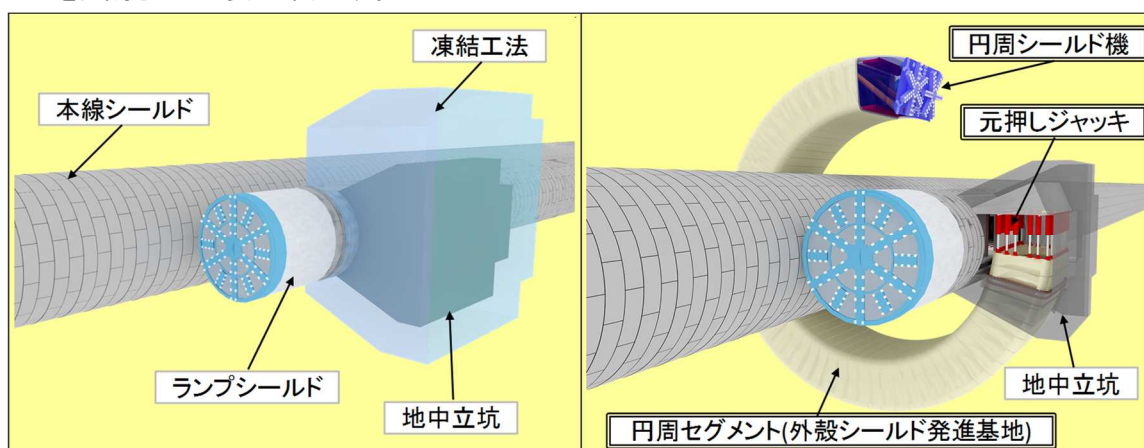
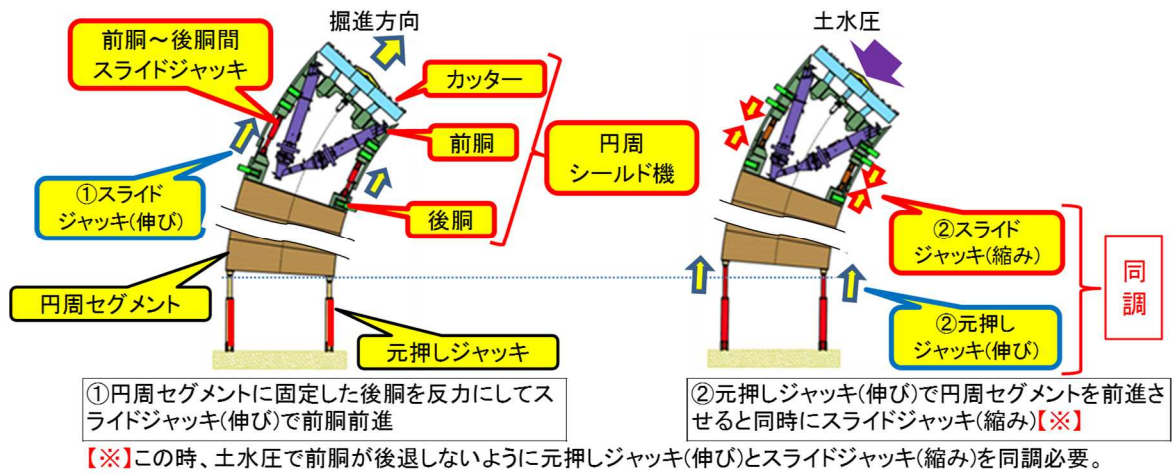

図 1. 円周シールド工法の概要
図 2. 円周シールドの推進機構
前田建設工業株式会社(本社:東京都千代田区、社長:前田操治)は、地中拡幅工事における円形外殻工法「CS-SC[®]工法 (Circular Shell structure system with Shield tunnels by Cuttable segments※1)」(平成 28 年 6 月特許取得、図 1)の 3 大コア技術の一つである、外殻シールドの発進基地を構築するための「円周シールド工法」の実証試験を行っており、年内に公開します。
- (1) 既設セグメントに沿わずに土中で方向制御が可能な円周シールド工法(図 1、図 2、写真 1)
- (2) 止水補助工法として最も信頼性が高い地盤凍結工法であるセグメントフリーズ工法
- (3) 地山が露出しないセグメント切削シールド工法
既設セグメントをガイドとして施工するこれまでの円周シールドとは異なり、既設セグメントからはなれた土中に外殻シールド発進用の大空間を構築します。そのため三次元方向制御の技術が重要となり、現在、実証試験を進めているところです。円周シールド工法の推進機構は以下の通りです。(図 1、図 2)